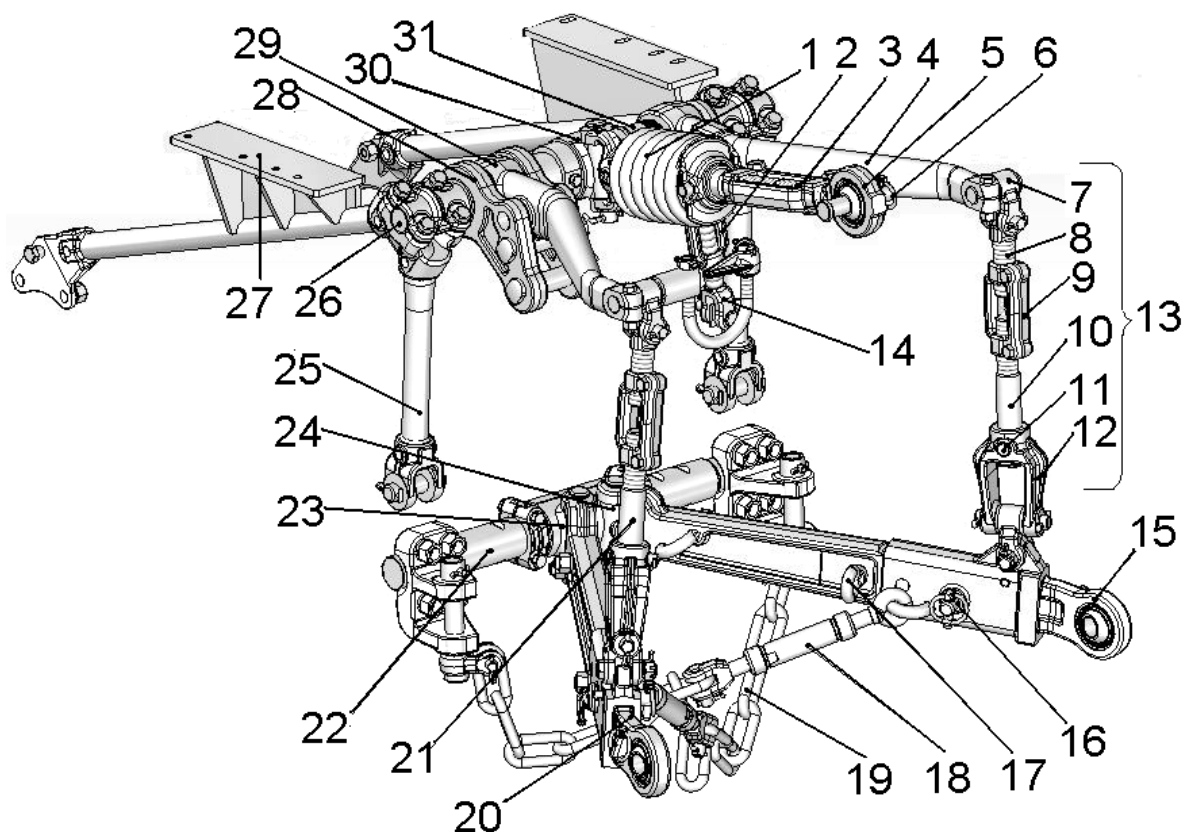

Рисунок 66 – Заднее навесное устройство:
На тракторе установлено заднее навесное устройство НУ-3 (рисунок 66) рычажно-шарнирного четырехзвенного типа, состоящее из двух подъемных рычагов 3 и 29, двух нижних тяг 15 и 20, двух раскосов 13 и 21, верхней тяги 30, нижней оси 22 и двух цепей растяжек 19.
Для переналадки навесного устройства с двухточечной на трехточечную схему освободить передние концы растяжек и соединить первое звено цепи каждой растяжки с соответствующей серьгой. Отвернуть стяжные болты левого и правого упоров 23 (рисунок 66), снять упоры с нижней оси 22 навесного устройства и раздвинуть левую и правую половины центрального шарнира вдоль нижней оси до соприкосновения с бугелями.
- если трактор работает с машинами и орудиями, не требующими принудительного заглубления их рабочих органов, подъемный рычаг 29 (рисунок 66) навесного устройства трактора должен быть разъединен с рычагом штока 28 основного силового цилиндра. В этом случае, чтобы привести орудие в рабочее положение, необходимо установить рычаг распределителя для управления основным силовым цилиндром в «ПЛАВАЮЩЕЕ» положение;
Перед транспортным перегонем трактора заднее навесное устройство (с навешенным орудием или без орудия) зафиксировать в поднятом положении при помощи стяжки 2 (рисунок 66) в следующем порядке: